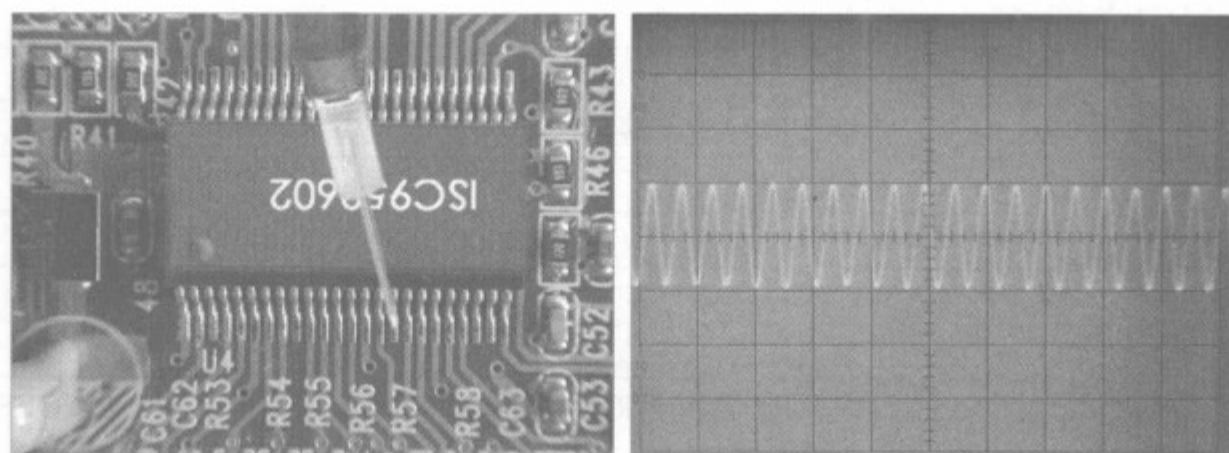

图 7-8 检测时钟信号发生器各时钟信号输出端的信号波形
如果时钟信号发生器的供电正常,需检测时钟信号发生器各时钟信号输出端的信号波形,这里以检测⑩脚输出的波形为例,如图 7-8 所示。